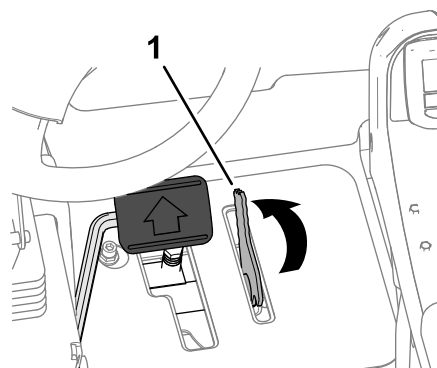

Figura 56
- Utilice el pie para mover la palanca del limitador de velocidad de siega hacia delante, hasta la posición de SIEGA (Figura 56).